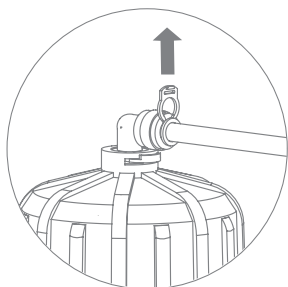

Рис. 15
3. Отсоедините стопорную клипсу, фиксирующую цангу (рис. 15). Отсоедините трубку, удерживая цангу прижатой к корпусу (см. раздел «Отсоединение трубок» (стр. 10)). При необходимости отсоедините все трубки от корпуса мембраны и извлеките его из корпуса фильтра.